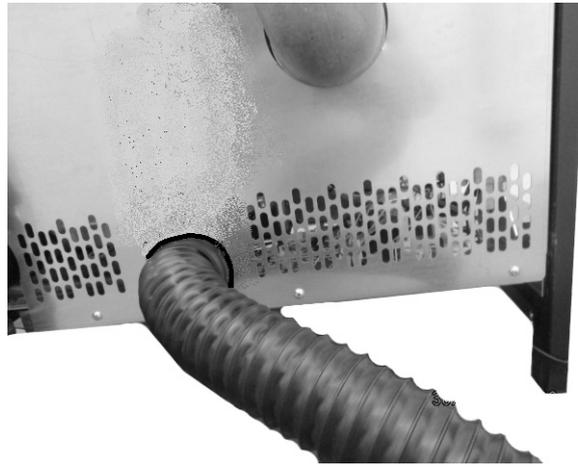

Fig. 11 - Fase 1
- Introducir el tubo hembra de $\varnothing 6$ cm (véase Fig. 11).